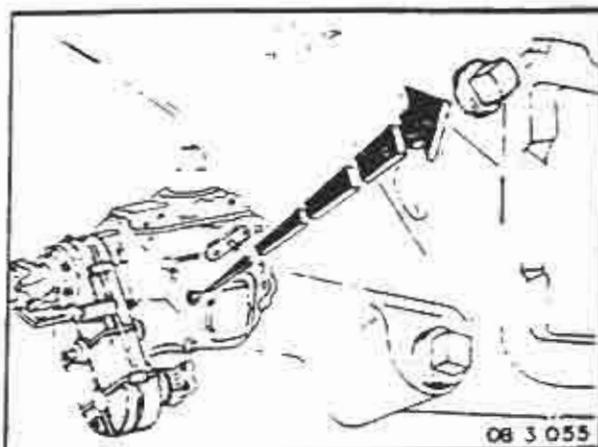

FIGURA 8
4. Remover o bужão de nível e abastecimento (figura 8). Limpar o bужão.
1. Remover o bужão de nível e abastecimento (figura 8). Limpar o bужão.